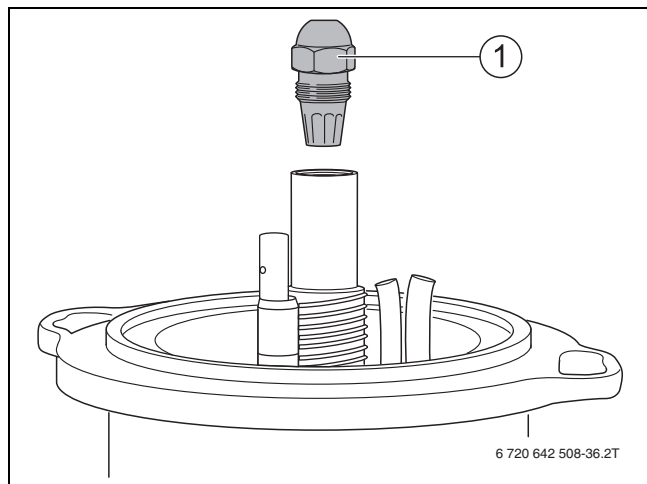

Bild 64 Düse abschrauben
- Düse abschrauben (→ Bild 64, Seite 44).